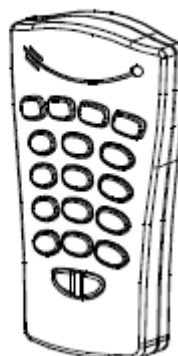

Figur 2. Rökdetektor demonterad från sin bottenplatta
1. Lossa rökdetektorn från fästet genom att vrida överdelen motsols. (se figur 2)